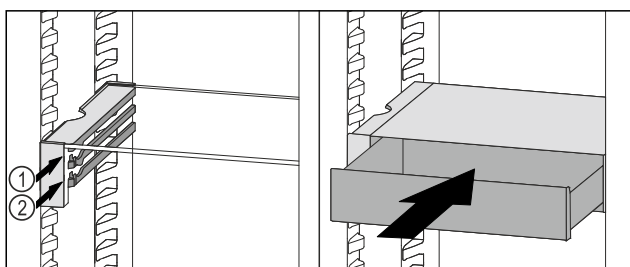

Fig. 130
- ▶ Plasser VarioSafe-skuffen bak stopperne på ønsket rille Fig. 130 (1) eller Fig. 130 (2).